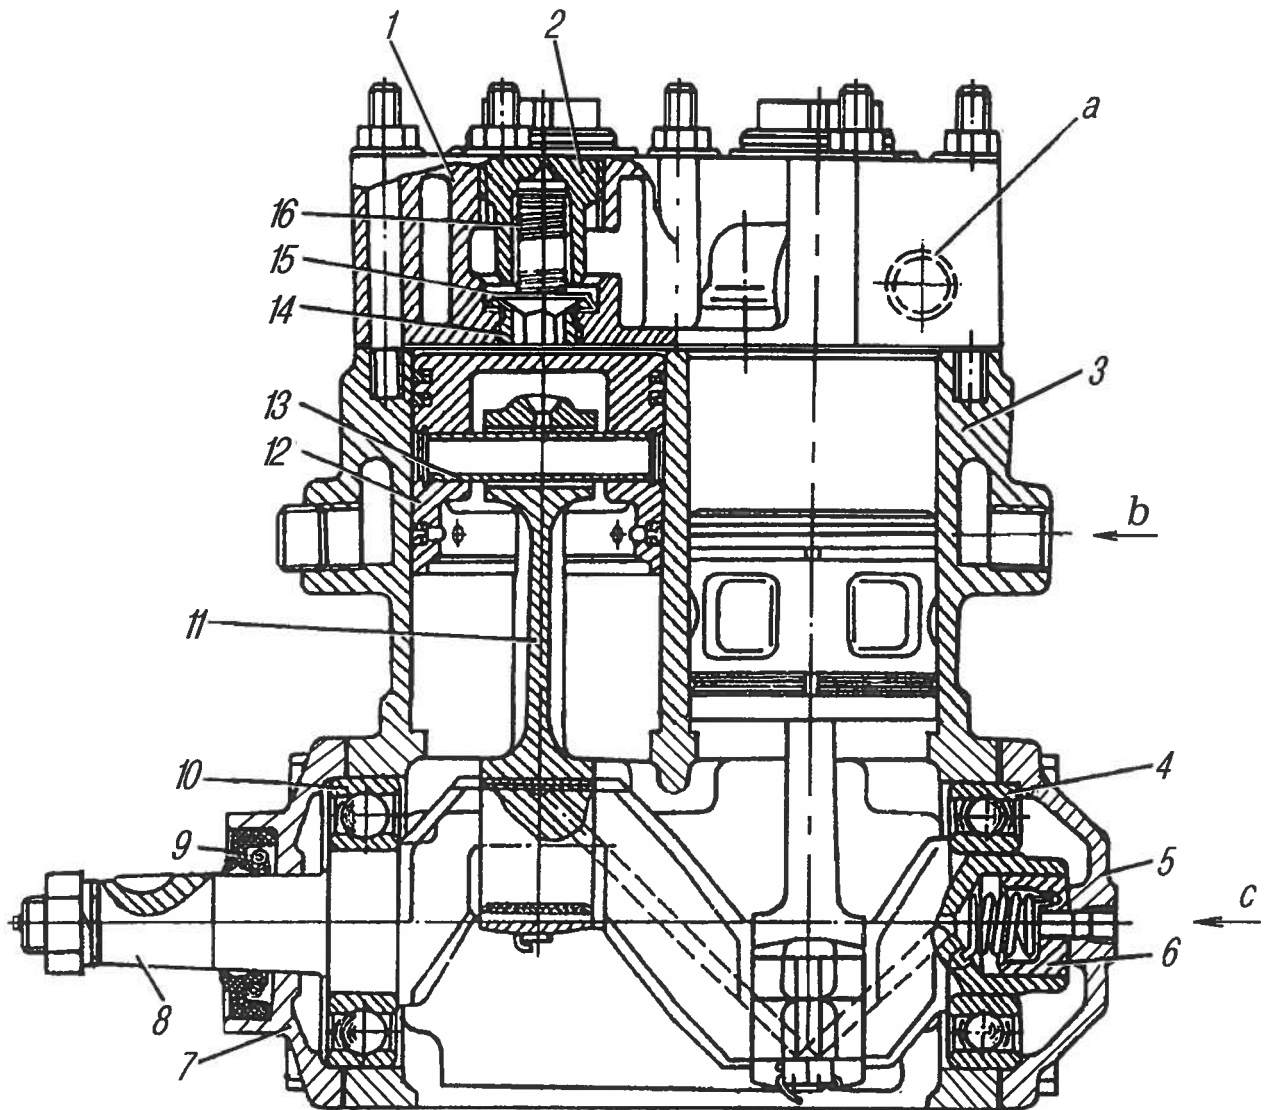

Рис. 65. Компрессор:
**Компрессор** (рис. 65) поршневого типа, непрямочный, двухцилиндровый, одноступенчатого сжатия.